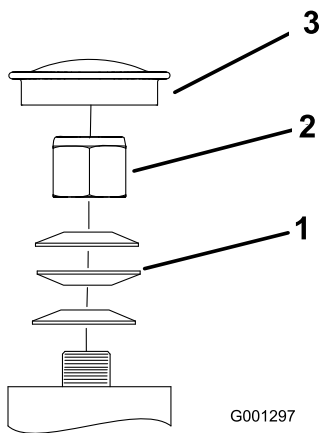

Figure 48
3. Retirez le capuchon antipoussière de la roue pivotante et serrez le contre-écrou (Figure 48).
4. Continuez de serrer le contre-écrou jusqu'à ce que les rondelles élastiques soient aplaties, puis desserrez-le de 1/4 de tour pour obtenir la précharge correcte des roulements (Figure 48).
Important: Veillez à placer les rondelles comme illustré (Figure 48).
5. Remettez le capuchon antipoussière en place (Figure 48).